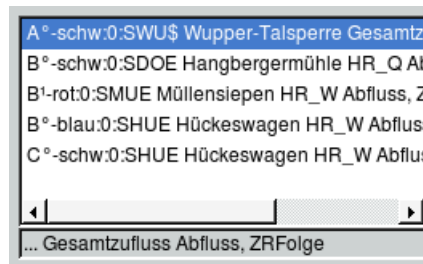

Abbildung 7.6: Reihen selektieren
- Wurde genau eine Reihe gefunden, so wird diese im ersten Achsenkreuz mit gleicher Einheit dargestellt und in die Reihenliste (↔ Abb. 7.6) auf der TOPOVIT-Oberfläche eingetragen. Passt kein Achsenkreuz, wird eine neue Axbox mit passender Einheit hinzugefügt.
- Passen mehrere Reihen zu ihren Angaben, wird Ihnen eine Liste mit den zutreffenden Reihen präsentiert (↔ Kap. 15.8.2). Hier können Sie die gewünschte Reihe (oder auch mehrere) auswählen, die dann in das erste Achsenkreuz mit gleicher Einheit und in die Reiheliste (↔ Abb. 7.6) eingefügt wird. Passt kein Achsenkreuz, wird eine neue Axbox mit passender Einheit hinzugefügt.
In der Auswahlliste aus Abbildung 7.6 finden Sie alle dargestellten Reihen mit Angabe des Achsenkreuzes und darstellenden Attributen (Darstellungsfarbe, Messstellename, Parameter).
Um eine Reihe bearbeiten zu können, müssen Sie sie in der Liste der geladenen Reihen (\leftrightarrow Abb. 7.6) durch Anklicken auswählen. Das Achsenkreuz, in dem die Reihe dargestellt ist, wird dicker gezeichnet.